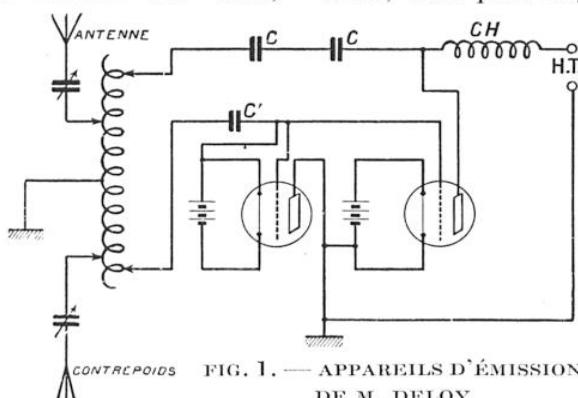

FIG. 1. — APPAREILS D'ÉMISSION DE M. DELOY
*Les appareils d'émission.* — Le principe de ces appareils est représenté figure 1, empruntée à l'*Onde Electrique*. La haute tension est fournie par un transformateur Ferrix donnant 3.000 à 4.000 volts au secondaire en partant du secteur 110 volts, 25 périodes. Le manipulateur est placé dans le primaire de ce transformateur. La bobine de choc *CH* est destinée à empêcher les retours de haute fréquence au transformateur. Deux lampes SIF de 250 watts sont montées en parallèle : le chauffage du filament est assuré en continu par une batterie d'accumulateurs ; il exige 13 à 14 ampères sous 5,5 volts. Le chauffage en alternatif a dû être abandonné à cause des variations de tension du secteur, qui produisaient à la réception un « fading » souvent très prononcé. Les condensateurs *C* montés en série ont pour but d'empêcher la source de haute tension d'être court-circuitée par le circuit oscillant. La résistance de grille est constituée par l'espace plaque-filament d'une lampe SIF de 50 watts. Cette lampe est alimentée par une batterie d'accumulateurs de quatre éléments ; un rhéostat en série dans le circuit permet de faire varier la température du filament et, par conséquent, la résistance qui réunit les grilles des lampes oscillatrices à la terre ; on a ainsi un moyen très commode d'obtenir le maximum de rendement de ces lampes. Le condensateur *C'* est le condensateur de grille des lampes oscillatrices. Le circuit oscillant présente quelques particularités intéressantes, dues à M. Reinartz, amateur américain bien connu. La bobine de self-induction est un solénoïde à tube de cuivre. Le point milieu de cette bobine est mis à la terre. Il y a un condensateur variable dans l'antenne et un dans le contrepoids. Ces condensateurs ont une valeur maximum de 0,0005 microfarad. L'ampèremètre d'antenne et celui du contrepoids doivent marquer le même courant si le système rayonnant a bien les dimensions voulues.